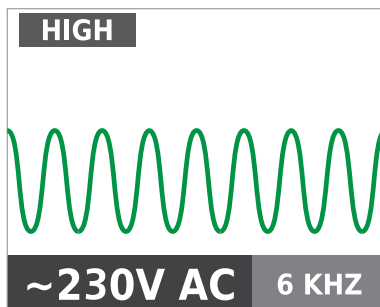

Figure 3.2b
3. Sélectionnez le mode de signal **ÉLEVÉ** pour la plupart des applications. L'écran apparaît comme indiqué en Figure 3.2b.